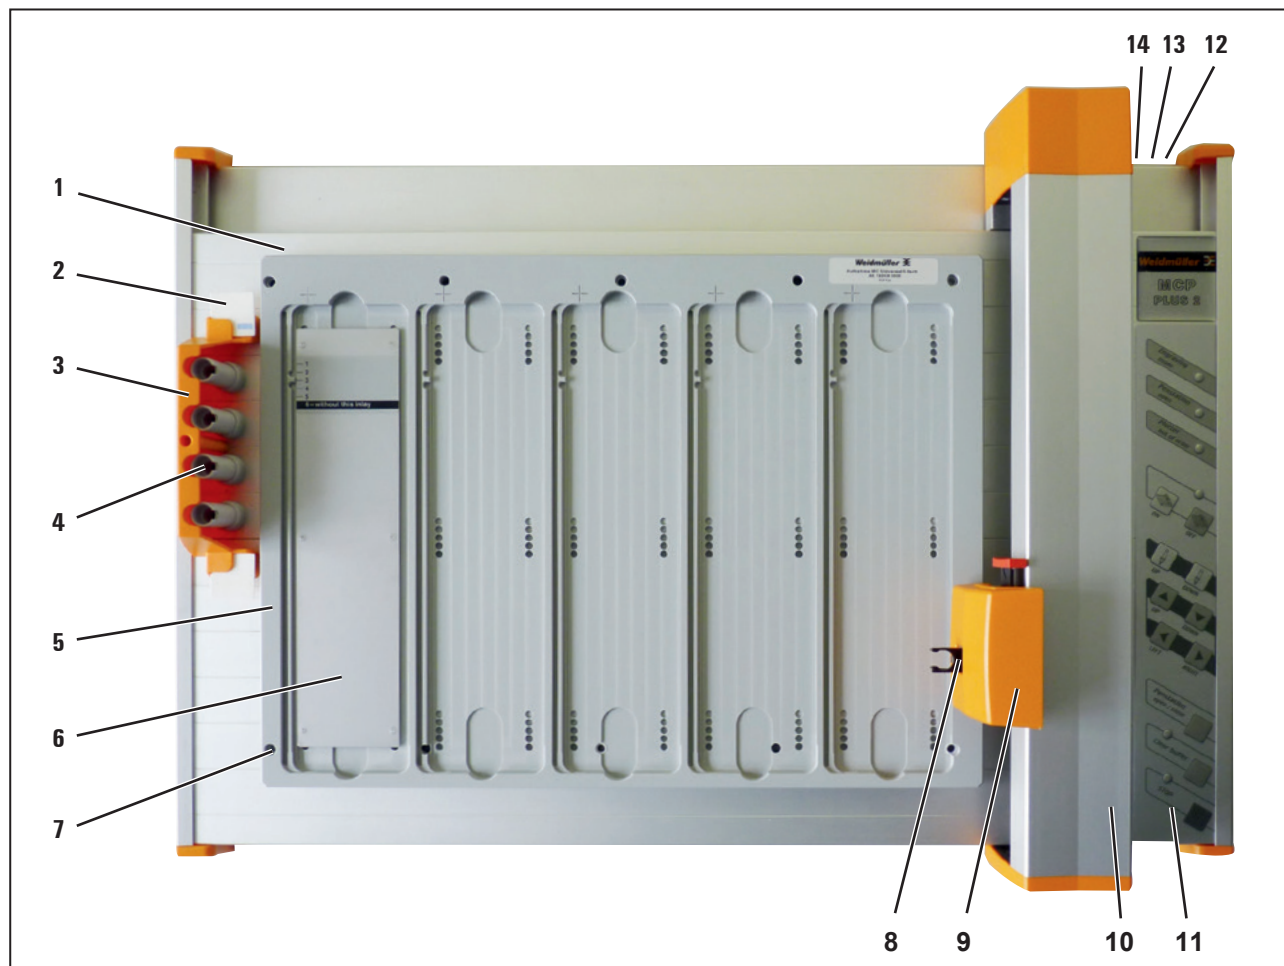

Fig. 4.1 Presentación
- Conecte el cable de conexión de red a la impresora Plotter (Fig. 4.1, número 12).
- Conecte el cable USB a la impresora Plotter (Fig. 4.1 número 14) y conéctelo al PC.